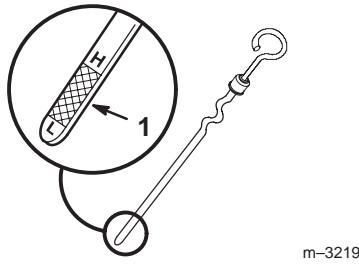

Figure 6
- Sortez la jauge d'huile et essuyez soigneusement l'extrémité métallique (Fig. 6).
- Sortez de nouveau la jauge et examinez l'extrémité métallique (Fig. 6). Si le niveau est bas (près du repère L), ajoutez de l'huile, comme expliqué à la rubrique Huile moteur, page 27.